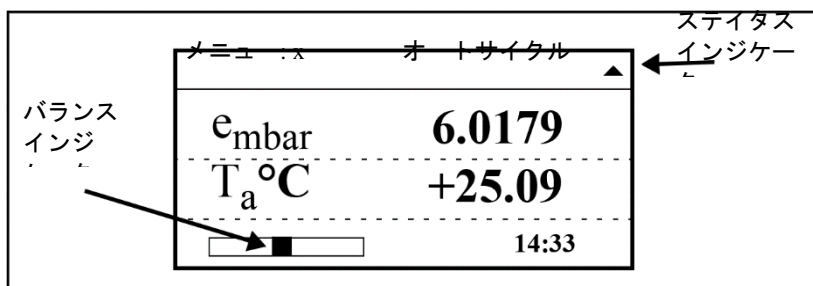

図 22 :OptiSonde ディスプレイのバランスとステータスインジケータ
- バランスインジケータ（以下の図22参照）は、鏡面の受光検知器が受光する量をグラフィック表示します。また露点層の厚さのインジケータでもあります。このインジケータはデジタルの数表示で増減を示します。